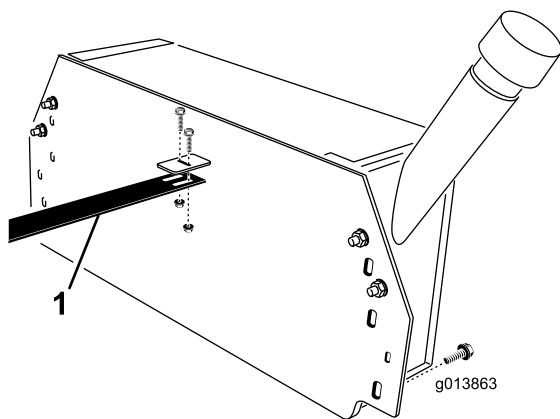

Figura 9
31. Usando dos pernos ($\frac{1}{4}$ " x $\frac{3}{4}$ ") y contratuercas con arandela prensada, sujete la guía de las mangueras al soporte del depósito hidráulico (Figura 9).